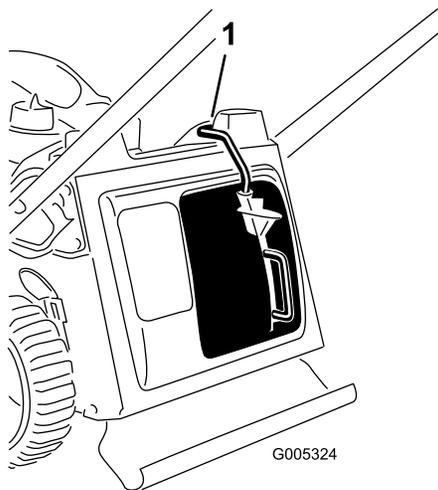

Рисунок 24
**Внимание:** Машина имеет предохранительный выключатель, который блокирует запуск машины, если на ней заранее надежно не установлена заглушка для мульчирования (Рисунок 24).